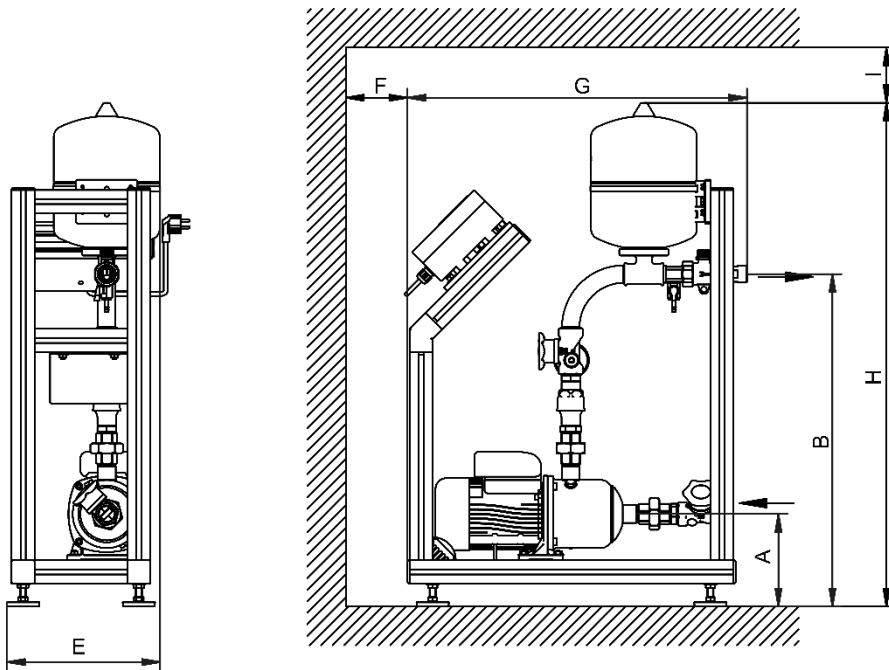

Abb. C-2: Maßzeichnung Einzeldruckerhöhungsanlage GENO-FU-X und GENO-HR-X
- Anlage unter Beachtung der Einbauhinweise installieren. Siehe auch Maßzeichnung Abb. C-2 / C-3.